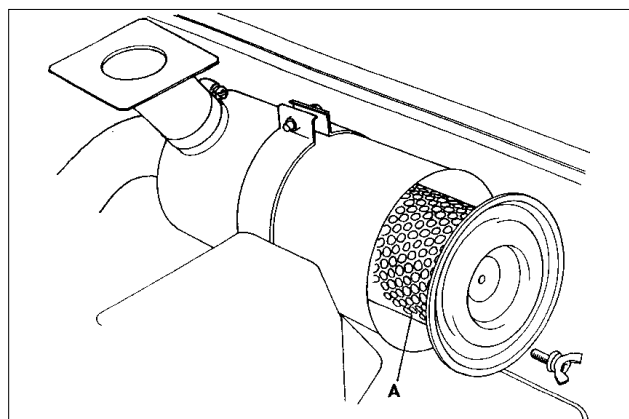

Fig.34
1. As the element (A Fig. 34) of the air cleaner employed on this engine is a dry type, never apply oil to it.
1. Omdat het luchtfilterelement (A afb. 34) in deze motor een droog type filter is, mag het element niet met olie worden ingesmeerd.
1. La cartouche (A Fig.34) est du type à sec, il ne faut jamais lui appliquer d'huile.